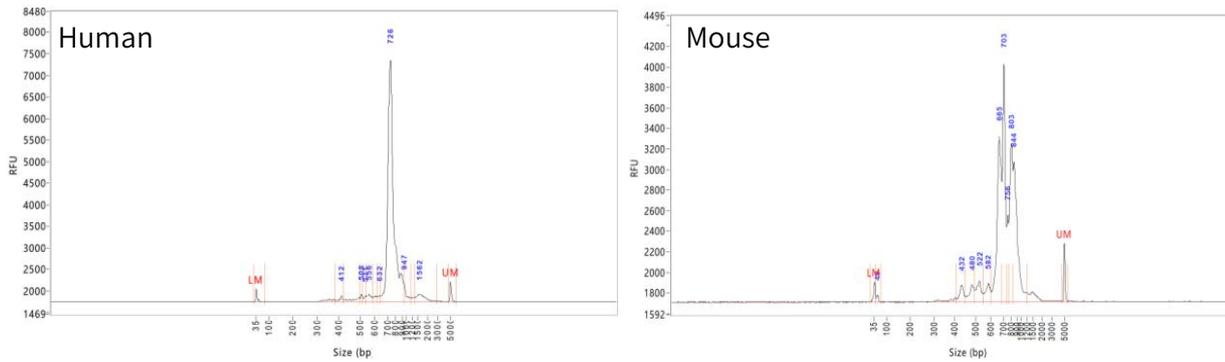

图 7 全长 TCR 三轮富集产物质检图
- 3) 质检结果请参照图 7，均显示一条特异条带，在 750 bp 左右。